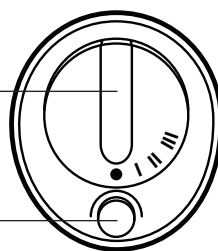

Figura 2
3. Active o desactive la luz UV-C con el botón de ENCENDIDO/APAGADO de UV-C (Figura 2).